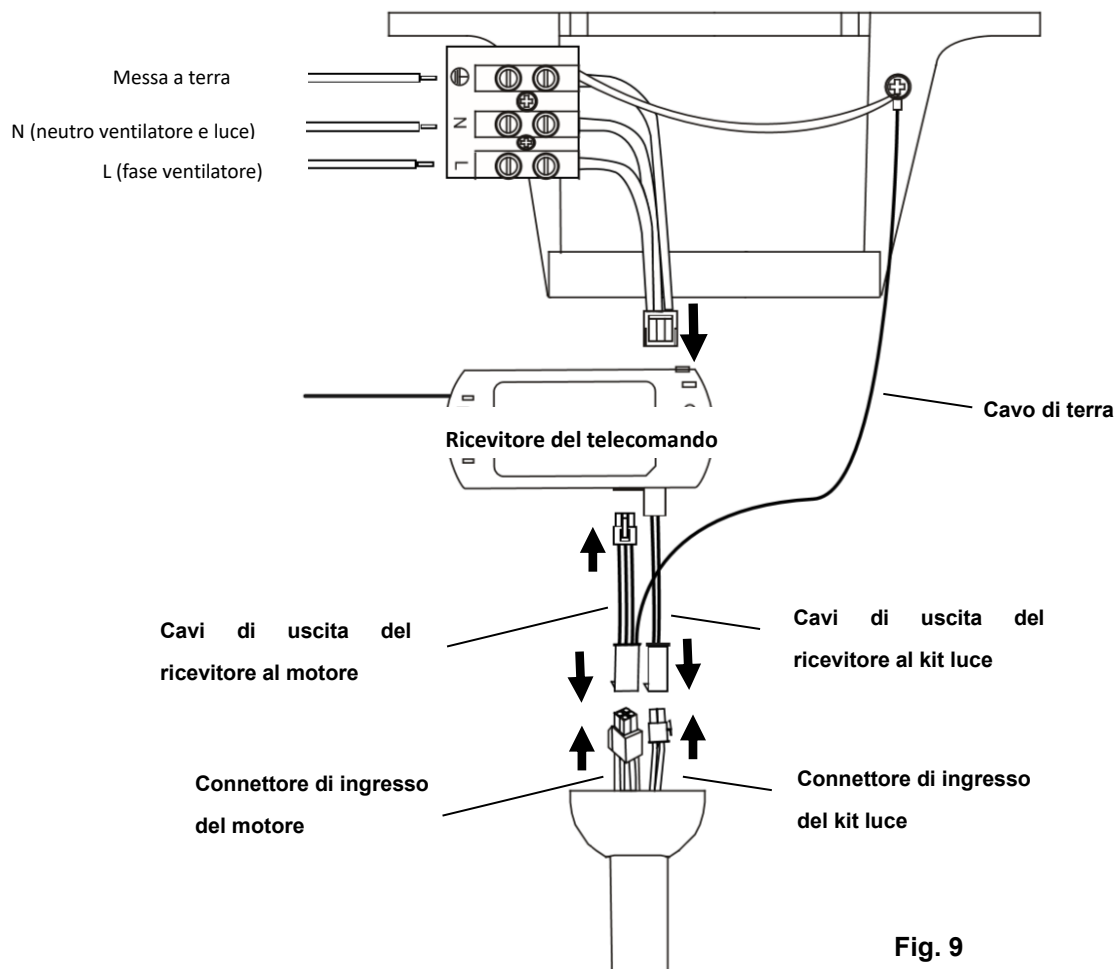

Fig. 9
PREPARAZIONE E INSTALLAZIONE DEI CAVI ELETTRICI - SCHEMA DI DIAGRAMMA (FIG. 9)
Dall'impianto elettrico alla morsettiera sulla staffa di supporto (Fig. 9)
Dalla staffa di supporto al ricevitore e al motore (Fig. 9)
5. Collegare i cavi di uscita dal driver motore/ricevitore (dalla staffa di supporto con cavo di terra) all'uscita del driver motore/ricevitore (**Fig. 9**). Collegare i cavi di uscita del driver motore/ricevitore con cavo di terra (dalla staffa di supporto con cavo di terra) all'ingresso del motore del ventilatore (**Fig. 9**).